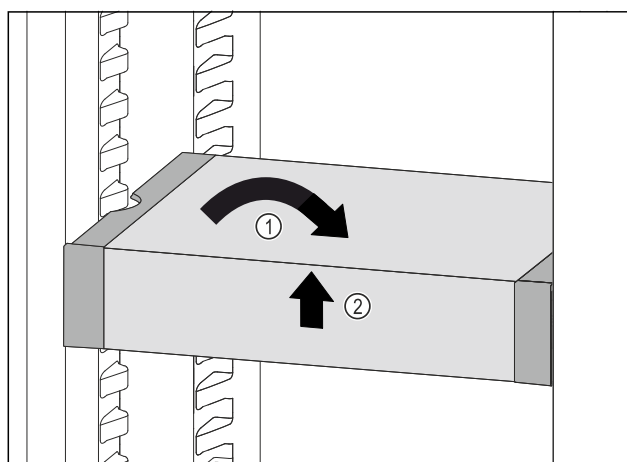

Fig. 117
- VarioSafe gerade stellen. Fig. 117 (1)
- VarioSafe vorne anheben. Fig. 117 (2)